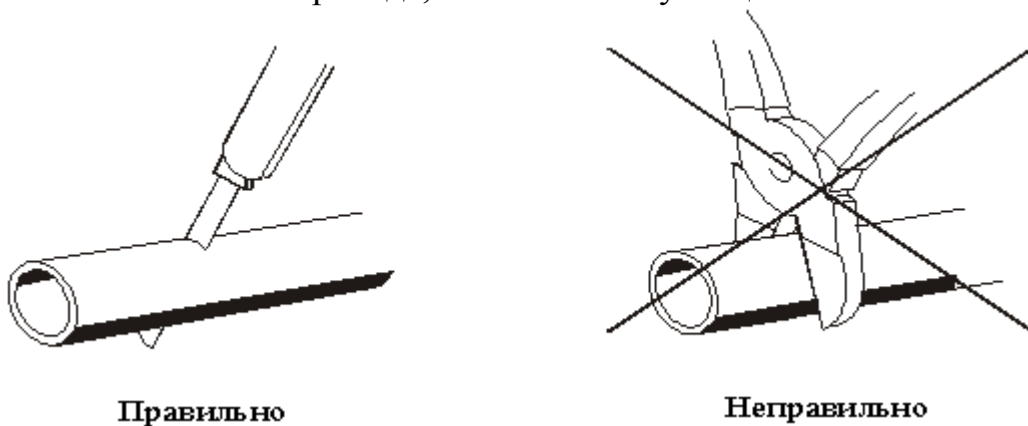

Рис. 8.7 – Отрезка трубопровода перед установкой.
8.6.2 При монтаже топливопроводов перегибы соединительных муфт недопускаются. При монтажных работах отрезку топливопровода производить только острым ножом согласно рис. 8.7. На местах среза не допускаются сужение проходного сечения топливопровода, вмятины и заусенцы.